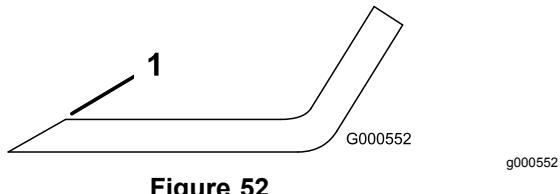

Figure 52
1. Au moyen d'une lime, aiguissez les tranchants aux deux extrémités de la lame (Figure 52).
Remarque: Si la lame est déséquilibrée, limez un peu l'extrémité de l'ailette seulement (Figure 52).